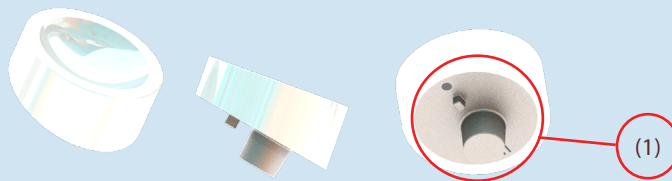

Figure 35
STEP 30: DEFINITIVE CUP (Figure 35)